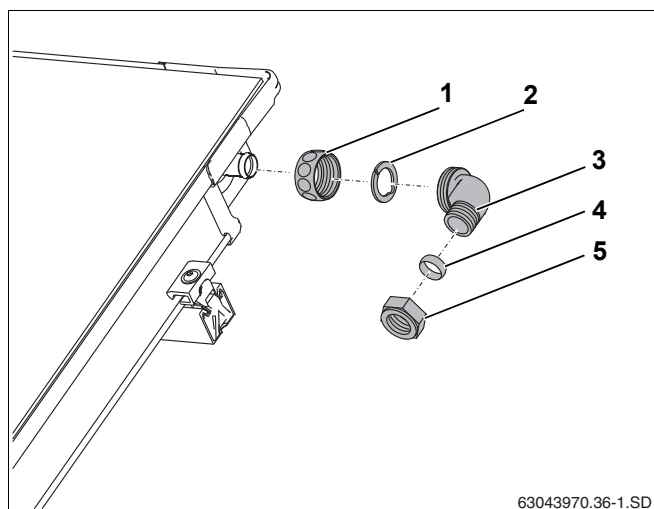

Рис. 57 Монтаж подающей линии (без воздушного клапана на крыше)
- ▶ Надеть накидную гайку (рис. 57, поз. 1) на штуцер коллектора.
- ▶ Уложить зажимную шайбу (рис. 57, поз. 2) за выступ штуцера коллектора и нажать на нее.
- ▶ Прижать уголок с зажимным кольцом (рис. 57, поз. 3) к штуцеру, выровнять и закрутить накидную гайку.